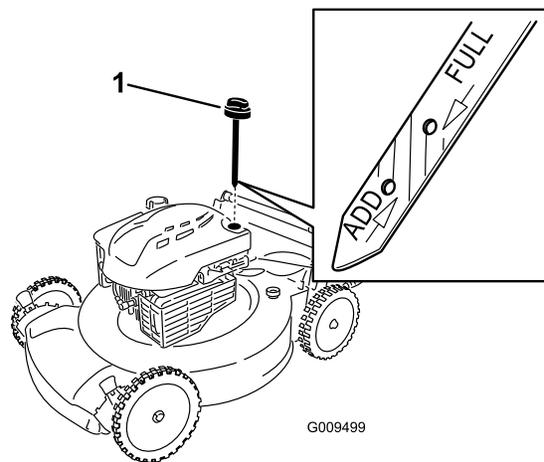

Figura 23
2. Retire la varilla (Figura 23).
4. Vierta **lentamente** aceite en el tubo de llenado hasta que el nivel llegue a la marca "**Full**" (lleno) de la varilla (Figura 23). **No llene demasiado.** (Capacidad máxima: 0,59 l (20 onzas), tipo: SAE 30, aceite detergente con clasificación de servicio API SF, SG, SH, SJ, SL o superior.)